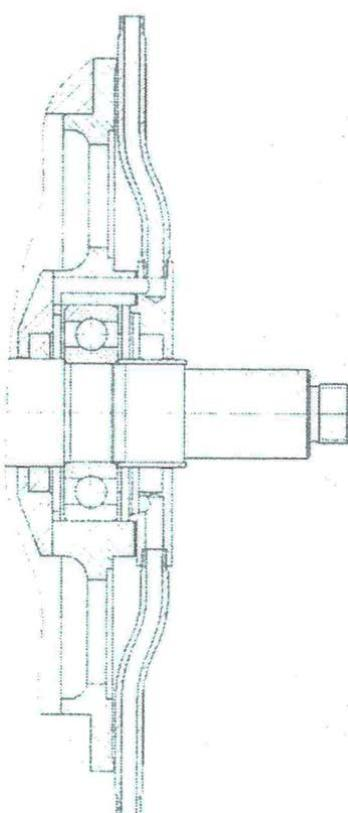

Рисунок 3
3.5.20 Установить со стороны противоположной коллектору шайбу на наружную обойму подшипника поз. 8 и прокладку на посадочное место крышки подшипника поз. 6. Установить крышку подшипника поз. 6 так, чтобы смазочные отверстия на крышке подшипника и щите совпадали \(рисунок 3\). Закрепить крышку подшипника гайками в сборе с шайбами.